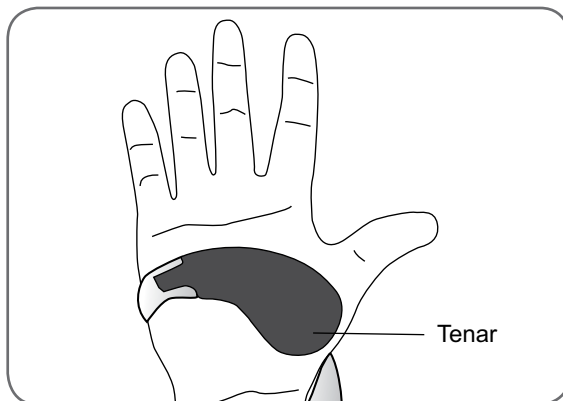

Bild 8-7: Placera tenaren
1. Placera ortosen på ett stabilt underlag och placera handen i ortosens spiralände. Tenaren (med fastsatt tenar-tygelektrod) ska vila mot tumbasen. Se bild 8-7.